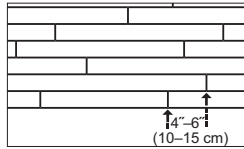

Figura 4
- Es importante alternar los extremos de los tabloncillos en hileras contiguas a un mínimo de 4"-6" (10-15 cm) siempre que sea posible (Figura 4). Esto ayudará a garantizar un aspecto general más favorable del piso.
- Las juntas de extremo de las hileras contiguas deberán escalonarse a un mínimo de 4"-6" (10-15 cm) cuando sea posible, para garantizar un aspecto general más favorable (Figura 4).
- Verifique que los bordes y extremos de cada tablón hayan encajado bien y estén ajustados. Las juntas de extremo de las hileras adyacentes deberán escalonarse a 4"-6" (10-15 cm) siempre que sea posible, para garantizar un aspecto general más favorable (Figura 4).